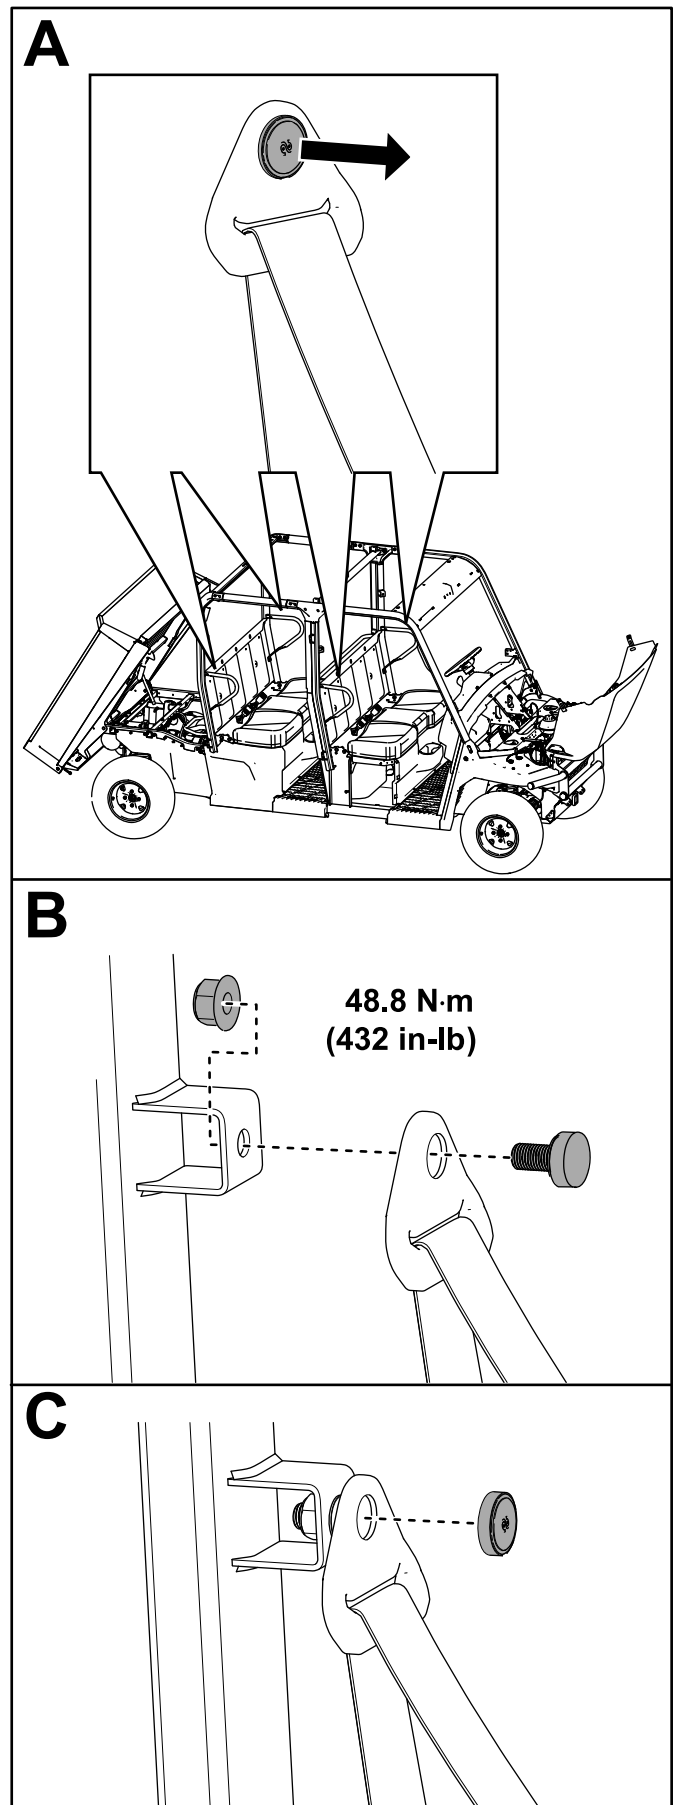

Bild 54
A. Entfernen Sie die Kappe vom oberen Teil des Sicherheitsgurtes (**Bild 54**).
B. Führen Sie den Sicherheitsgurt in die Halterung des Überrollbügels ein und sichern Sie den Sicherheitsgurt mit einer Sicherungsmutter (7/16"), wie in **Bild 54** dargestellt.
Ziehen Sie die Sicherungsmutter (7/16") auf ein Drehmoment von 48,8 N·m fest, wie in **Bild 54** dargestellt.
C. Schrauben Sie den Deckel auf (**Bild 54**).